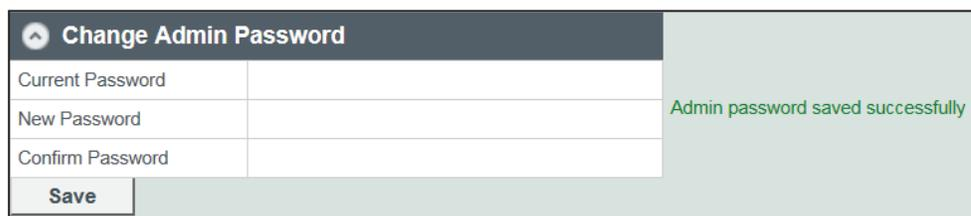

Figura 18. Clic en botón de Guardar. Se desplegará un mensaje de confirmación.
PASO 5. De un clic en el botón de **Save (Guardar)** debajo de la sección de “Change Admin Password”. Se abrirá un mensaje que indique que la contraseña se ha guardado exitosamente. Vea la Figura 18.